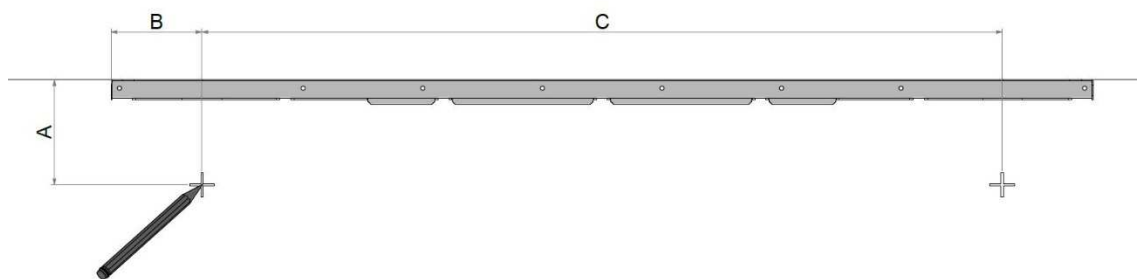

Abbildung 13: Bohrlöcher für die Kanäle markieren
1. Halten Sie die hintere Halterung an Wand und Decke. Achten Sie darauf, dass die Halterung waagrecht ist. Siehe Abbildung 13.